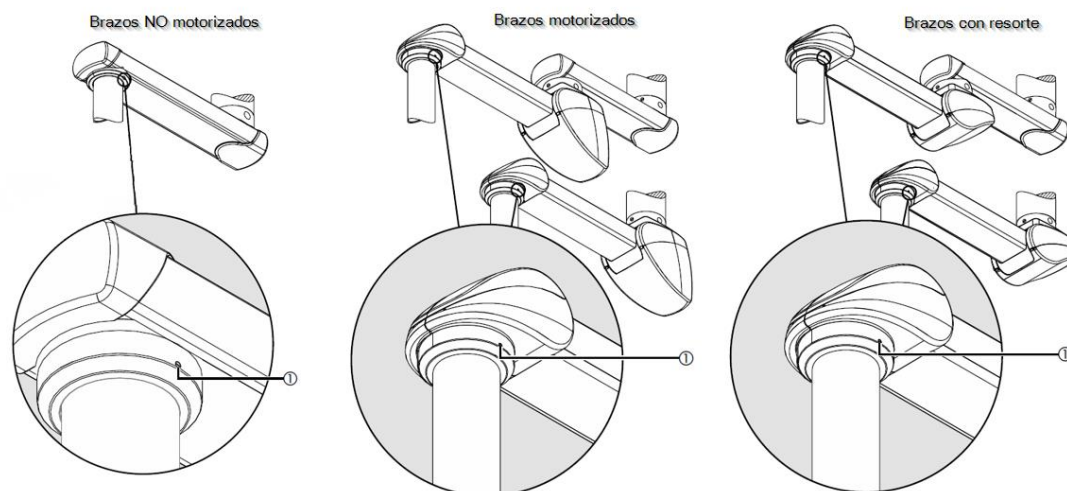

Fig.59 Ajuste freno de fricción en tubo caída con cojinete
- Para las versiones con brazo doble y con rodamiento de fricción entre ambos se recomienda montar 2 topes de bola (3) (véase Fig.59). La representación detallada ilustra el cojinete intermedio (11) (sin anillo externo) y posición del tornillo de tope (1) en los topes de bola (3).